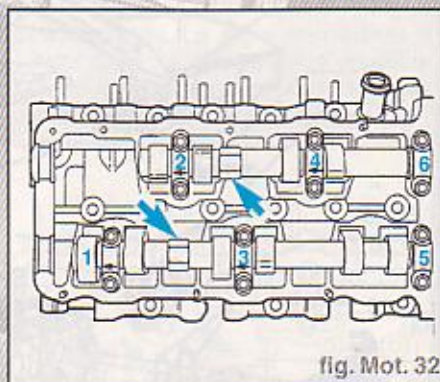

fig. Mot. 32
- Desserrer les pignons de chaîne d'arbre à cames mais maintenir en même temps les arbres à cames avec la clé à fourchette de 24 (fig Mot. 32).